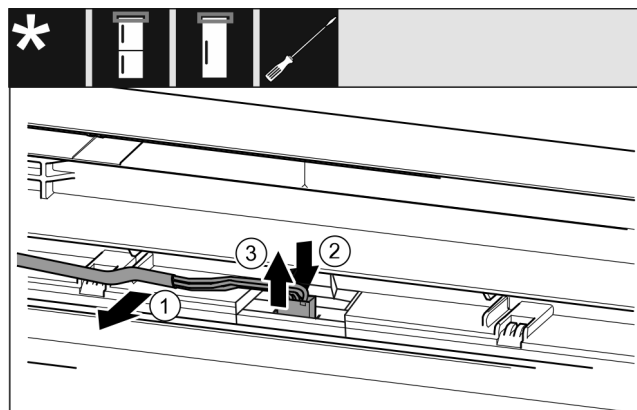

Fig. 23 Réfrigérateurs-congérateurs / congérateurs / réfrigérateurs*
- Désolidariser avec précaution le câble Fig. 23 (1) du guide dans la porte.*
- Pousser la languette Fig. 23 (2) derrière le connecteur vers l'arrière.*
- Retirer avec précaution le connecteur Fig. 23 (3) par le haut.*